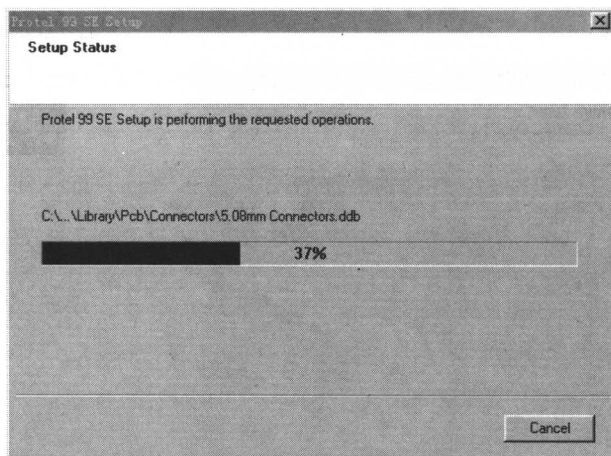

图 1-8 安装进度界面
- (7) 单击  按钮，开始安装，安装过程中显示安装进度界面，若要终止安装，可以单击  按钮，如图 1-8 所示。